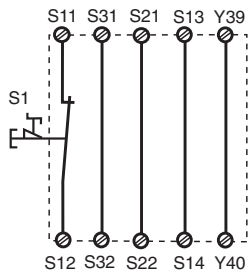
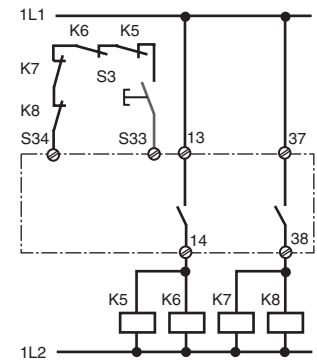

Fig. 2: Eingangskreis einkanalig, automat. Start/Single-channel input circuit, automatic reset/Commande par 1 canal, validation automatique
Fig. 10: wie Fig. 9 mit überwachtem Start/connection for contactors/relays and monitored reset/comme Fig. 8 avec surveillance du poussoir de validation
In Fig. 2 ... Fig. 10 sind Anschlussbeispiele für NOT-AUS-Beschaltung mit automatischem und überwachtem Start, Schutztürsteuerungen sowie Kontaktvervielfachung durch externe Schütze.
- Fig. 2 und 7: **keine** Verbindung S33-S34
In Fig. 2 ... Fig. 10 are connection examples for Emergency Stop wiring with automatic and monitored reset. Safety gate controls as well as contact expansion via external contactors.
- Fig. 2 and 7: S33-S34 **not** connected
Les figures 2 à 10 représentent les différents câblages possibles du PNOZ XV2 à savoir : poussoir AU avec réarmement automatique ou auto-côntrolé, interrupteurs de position et augmentation du nombre des contacts de sécurité par contacteurs externes.
- Fig. 2 et 7: **pas** de câblage sur S33-S34